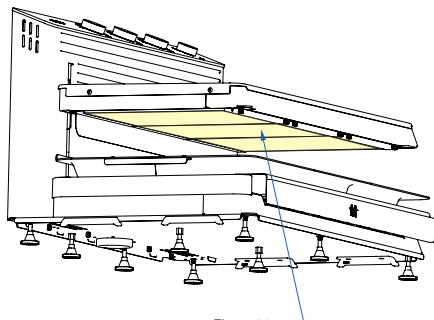

Figure 24
- Les modèles MiiTi 09 sont équipés de 3 verres de protection du filament (Figure 24).